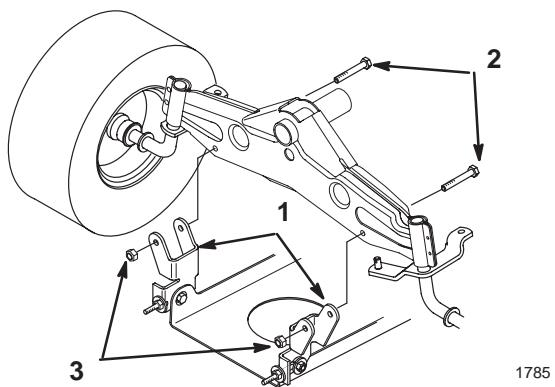

Figure 6
4. Fixez les supports de pivots du plateau de coupe à l'essieu avant à l'aide des boulons et des contre-écrous (Fig. 6).